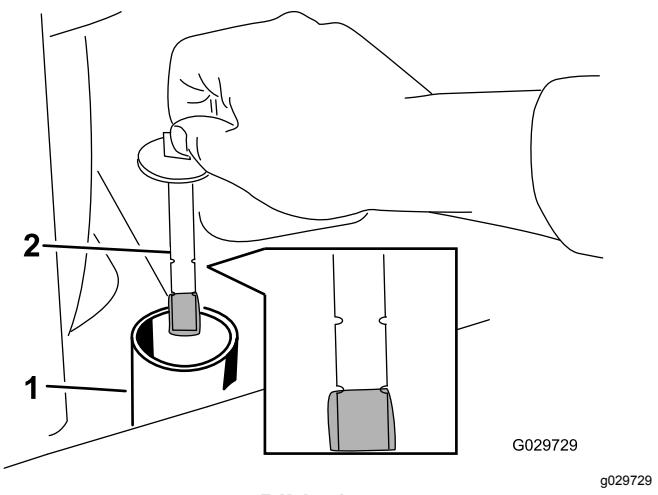

Bild 71
8. Nehmen Sie den Deckel des Füllstutzens ab und prüfen Sie den Ölstand am Peilstab (Bild 71).